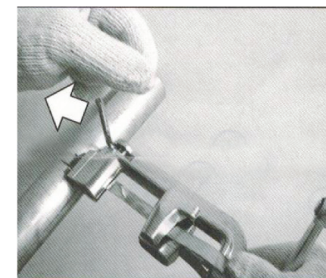

Рис. 4
8. Повернув инструмент загнуть ленту под острым углом к опоре. Обрезать излишек ленты поворотом рычага режущей головки. См. рис. 4, 5.